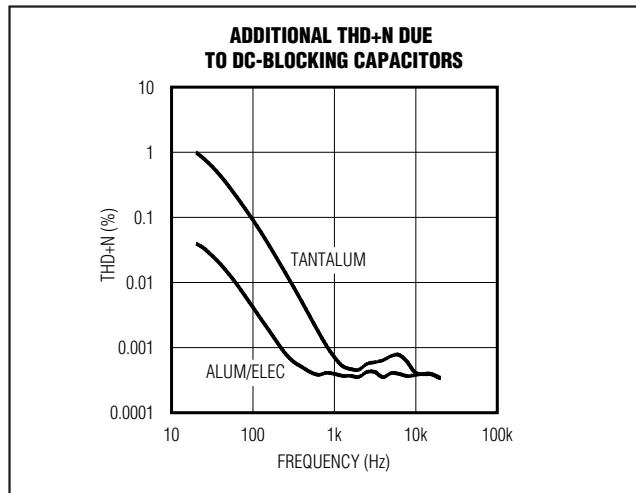

图3. 隔直电容引起的失真
- 2) 当电容两端电压变化时，容值随之变化，隔直电容的电压系数会导致音频再生信号失真。在-3dB频率点以下的低频范围内，容抗起主要作用，电压系数表现为失真随频率变化。图3给出了两种不同介质电容引入的THD+N。注意，在 \$100Hz\$ 以下，THD+N 增加很快。